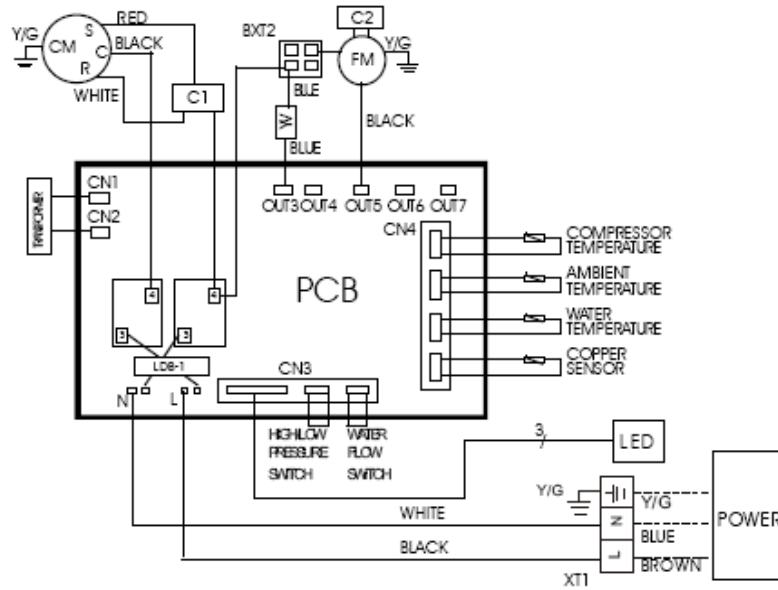
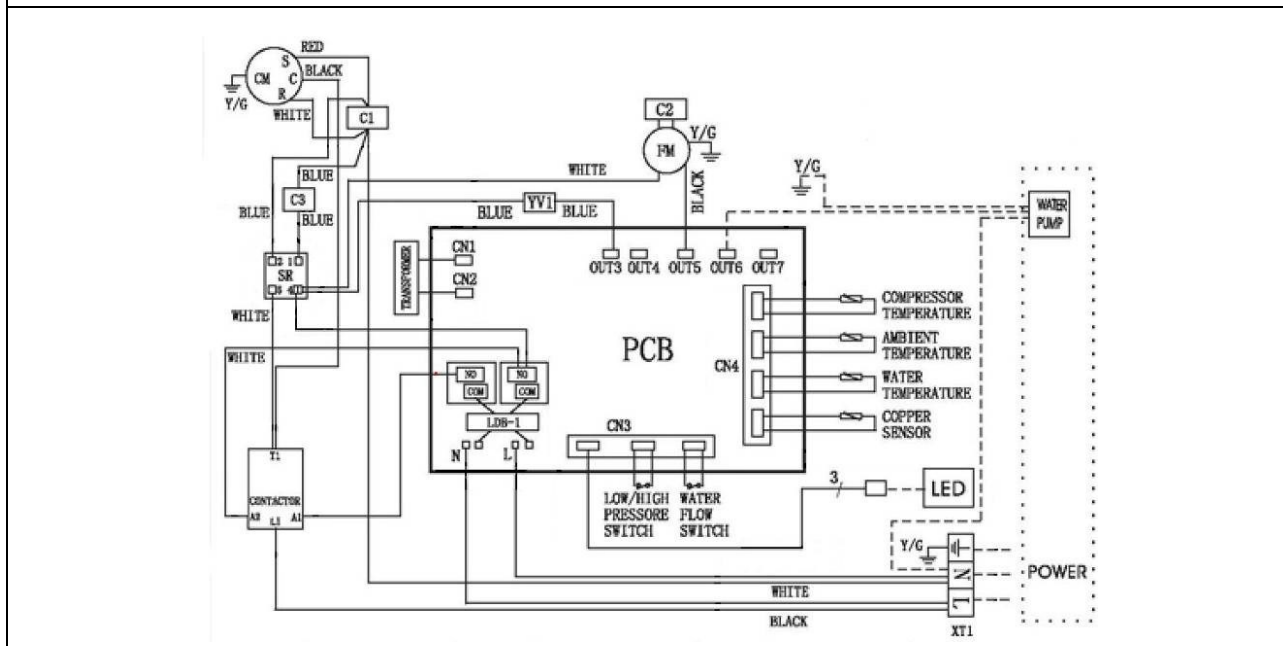

Figura 9: Morsetti di collegamento alla rete elettrica.
Figura 10: Schema elettrico.
I collegamenti elettrici devono essere eseguiti come illustrato nello schema elettrico di Figura 10.
- Scollegare il cavo di connessione alla rete elettrica dai morsetti, vedi Figura 9 e Figura 10.